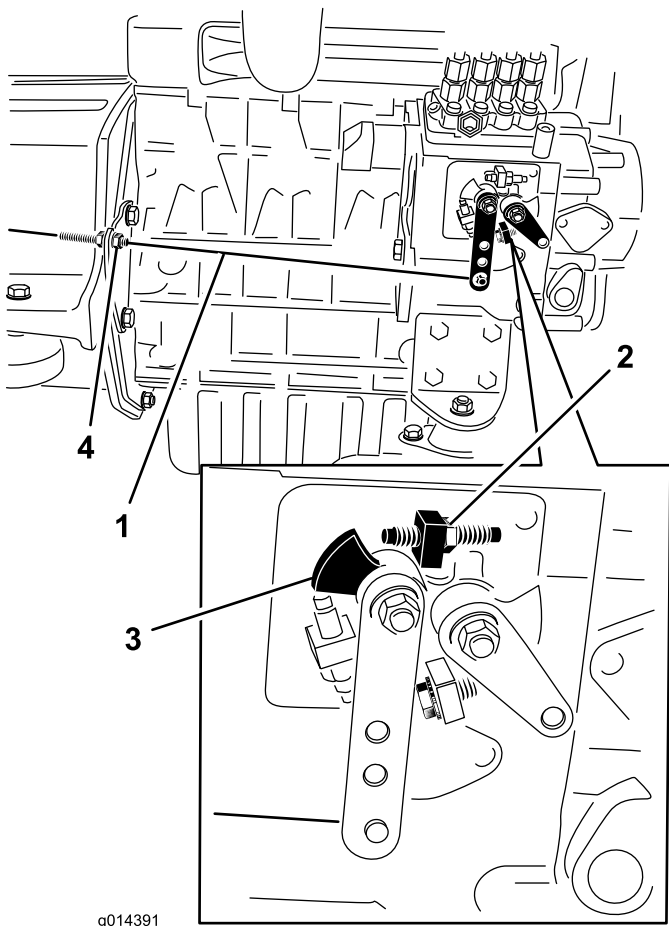

Bild 38
2. Überprüfen Sie die Stellung des Fahrgeschwindigkeitshebels auf der Einspritzpumpe für den Motorkraftstoff. Der Fahrgeschwindigkeitshebel sollte die Volllasteinstellschraube berühren, wenn sich der Gasbedienungshebel in der Leerlaufstellung „SCHNELL“ befindet (Bild 38).
- Bei Bedarf kann die Position der Kabelklemmmuttern des Gasbedienungshebels angepasst werden, so dass der Fahrtriebshebel die Volllasteinstellschraube berührt, wenn sich der Gasbedienungshebel in der Leerlaufstellung „SCHNELL“ befindet (Bild 38). **Stellen Sie die Hochgeschwindigkeitsschraube am Fahrgeschwindigkeitshebel nicht ein.**